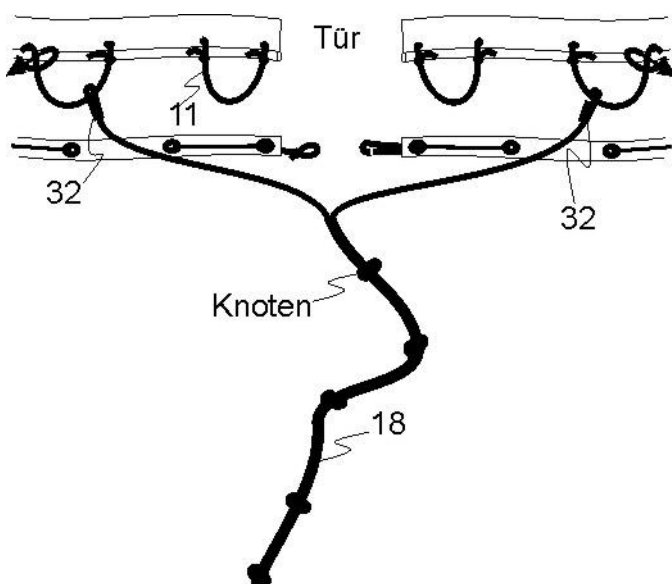

Abb. 6.1
- Den ersten Bogen in die untenliegende Tasche der Folie einschieben. Bei Schwimmbecken mit einer Größe ab inkl. Ø 4.0m sollte zuerst das Bogenende mit der Verbindungshülse (23) mit Lasche eingesteckt werden, damit das Einschieben leichter ist.
- Das Verbindungsseil (24), wenn vorhanden, durch die ca. 40 cm lange Öffnung in der PVC Folie, die sich in der Innenseite der Taschen befindet, herausziehen und mittels Stift (25) an die gegenüberliegende Lasche der Verbindungshülse (23) einhaken. Das Verbindungsseil (24) muss leicht gespannt sein.
Schritt 6: Zusammenbau des Zugseiles (Abb. 6.1/6.2)
Zugseil (18) (Abb. 6.1)
Zugseil (18) laut Abb. 6.1 montieren, Knoten im einen Abstand von Ihrer Armlänge.